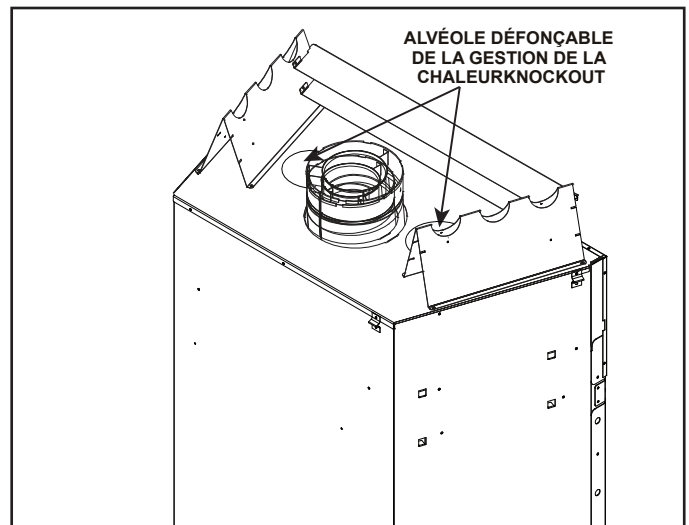

Figure 6.6
- Localisez les deux orifices d'accès du système de gestion de la chaleur en haut de l'appareil. Voir la figure 6.6. Utilisez des lames d'étain pour supprimer une alvéole défonçable pour chaque option de gestion de la chaleur fixée à l'appareil.
La chaleur passive peut être utilisée avec le HEAT-OUT-GAZ ou un HEAT-ZONE®-GAZ. Les alvéoles défonçables correspondantes, comme illustré à la Figure 6.6, doivent uniquement être utilisées comme il est indiqué.